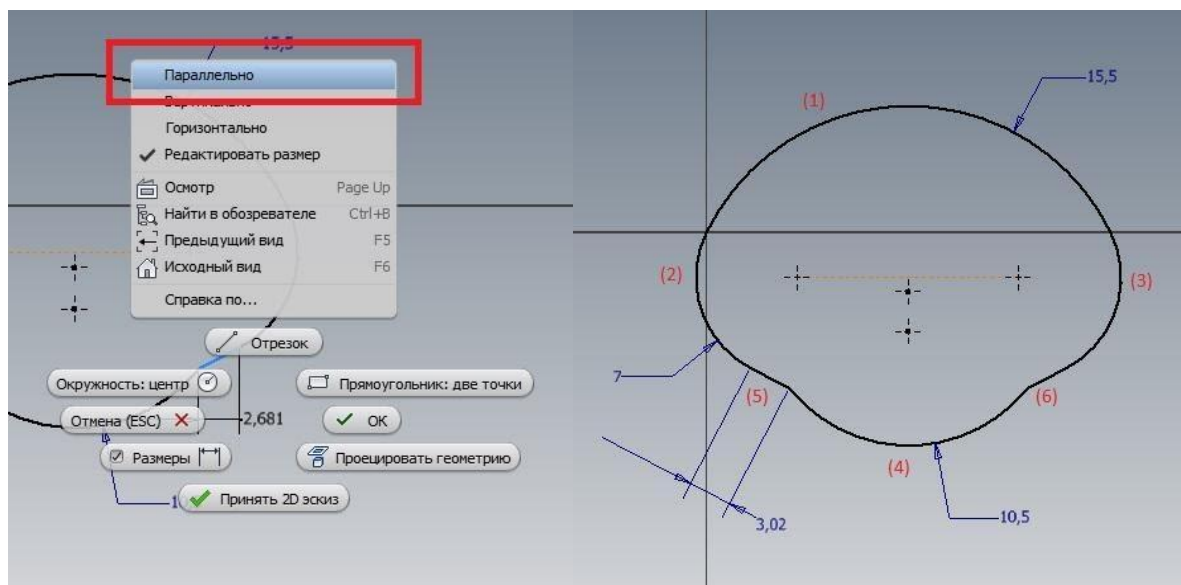

Рис. 1. Эскиз профиля кулачка
Создадим эскиз, как показано на рис. 1, где (1) - (4) - дуги, (5) и (6) - отрезки. Для установки размера отрезков, как на рисунке, после выбора отрезка инструментом «Размеры», нажимаем ПКМ, и из контекстного меню выбираем «Параллельно». Выдадим эскиз на 4 мм.